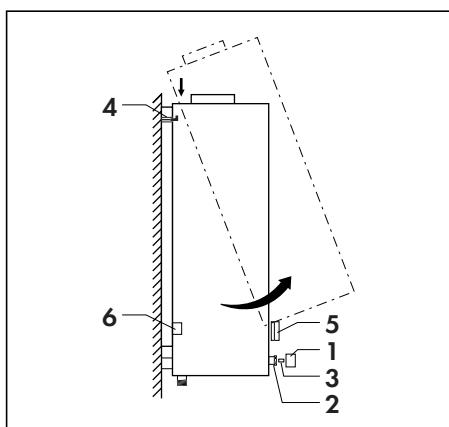

Рис. 12: Снятие облицовки аппарата
- Снимите ручку поворотного переключателя (5).
- Снимите ручку регулятора температуры (1) со шпинделем (3) и отверните против часовой стрелки находящуюся под ней крепёжную гайку (2).
- Высвободите облицовку в направлении на себя из нижних направляющих и снимите её вверх, сняв с держателей (4), как показано на рис. 12.